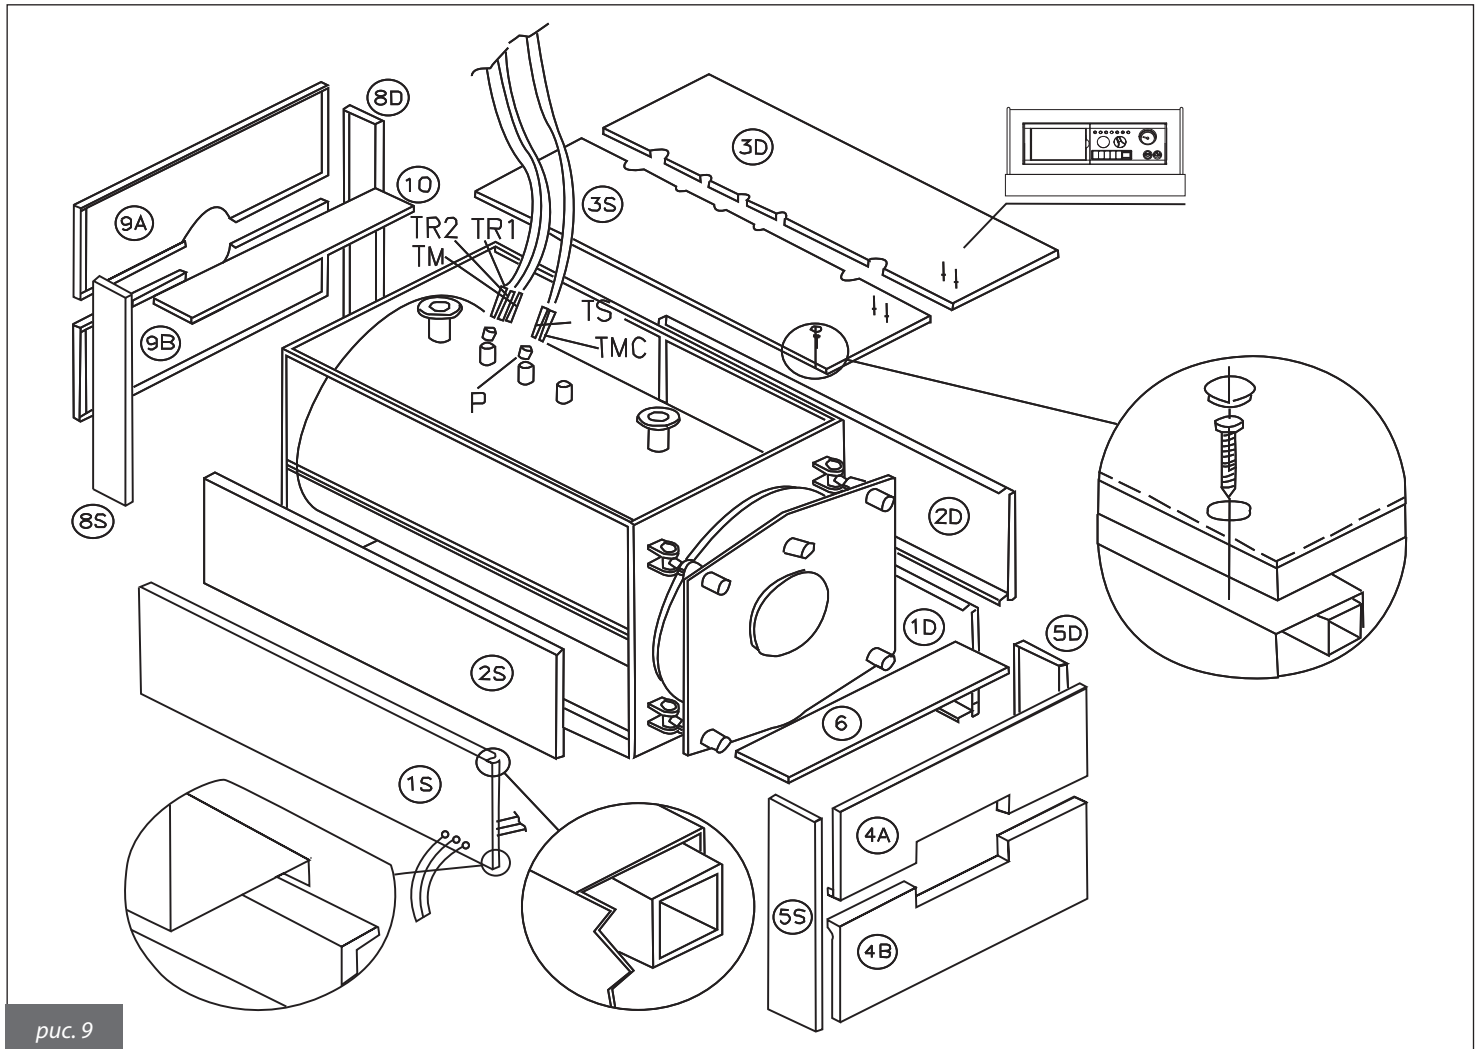

рис. 9
4.2. Облицовка котла для мод. 500÷1300 (рис. 9)
- d) Установить верхнюю панель (3S) на котле и закрепить на ней пульт управления. Размотать капилляры термостатов и термометра и установить держатели в соответствующие колодцы (P).
- f) Установить панели (5S) (5D), закрепляя на боковых панелях с помощью соответствующих скоб, после чего установить передние панели (4B) и (4A), закрепляя их на панелях (5S) и (5D). Закрыть обшивку дверцы верхней панелью (6), закрепив ее винтами и закрыв проходные отверстия заглушками (см. рис. 9).
- g) Установить панели (8S) и (8D), закрепляя их на боковых панелях с помощью соответствующих скоб, после чего установить передние панели (9B) и (9A), закрепляя их на панелях (8S) и (8D). Закрыть обшивку дымохода с помощью верхней панели (10), закрепив ее винтами и закрыв проходные отверстия заглушками.